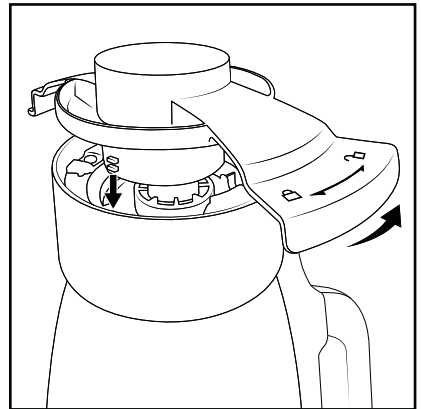

Abb. 4
- Entfernen Sie mit Hilfe der Deckelverriegelung **14** das Messer **17**. Setzen Sie dazu die Deckelverriegelung **14** in die Arretierungen auf der Unterseite des Messers **17** ein und drehen Sie entgegen dem Uhrzeigersinn, bis sich das Messer **17** abnehmen lässt (Abb. 4).